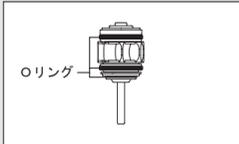

図 37
- ・カートリッジのOリングが、正しく取り付けられているか確認してからセットしてください（図 37）。